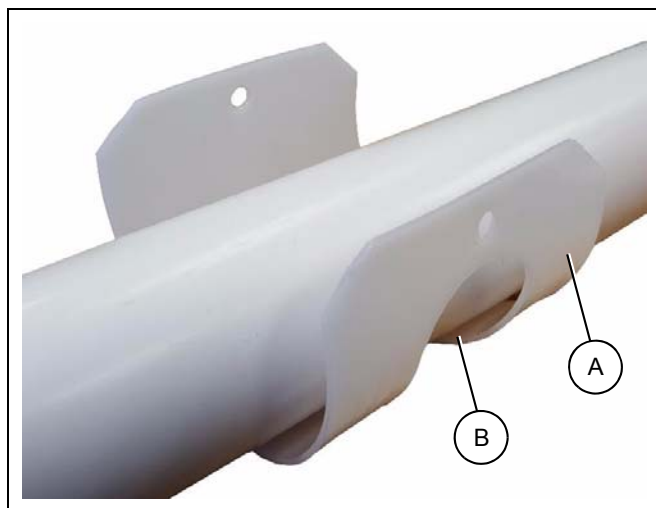

Рисунок 5М
2. Оберните поворотную задвижку (А) вокруг трубы шнека и выровняйте ее относительно выпускного отверстия. (см. рисунок 5М.)